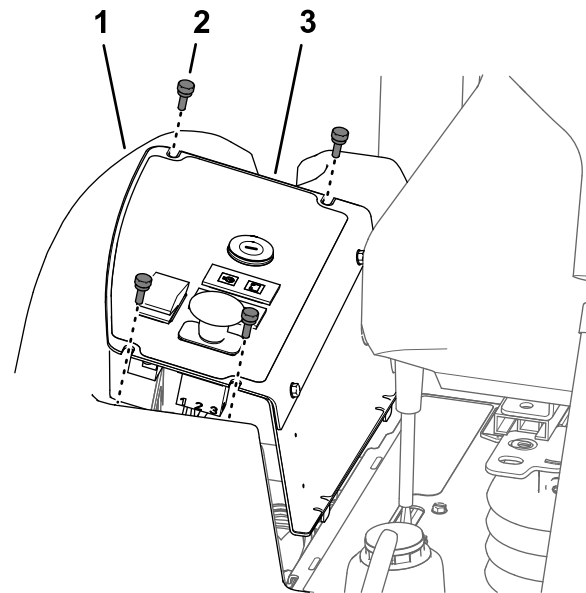

Bild 52
1. Nehmen Sie die vier Rändelschrauben ab, mit denen die Armaturenbrettplatte am Kraftstofftank befestigt ist (Bild 52).
2. Heben Sie die Armaturenbrettplatte an (Bild 52).
3. Richten Sie die Schlitten an der Oberseite des Armaturenbretts an den Löchern im Flansch des Kraftstofftanks aus (Bild 52).
4. Befestigen Sie das Armaturenbrett mit den vier Rändelschrauben (Bild 52), die Sie in Schritt 1 in Entfernen der Armaturenbrettplatte (Seite 54) entfernt haben, am Flansch des Kraftstofftanks.